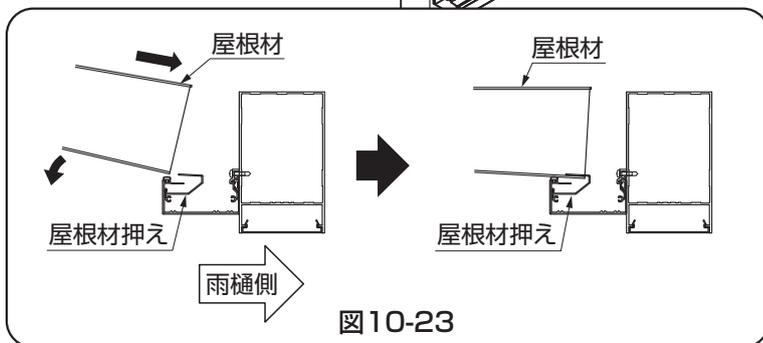

図10-23
①屋根材を屋根材押えに、はめ込み位置を確認して取付けてください。(図10-23参照)
- 屋根材は屋根材押えの奥までのはめ込んでください。(図10-23参照)